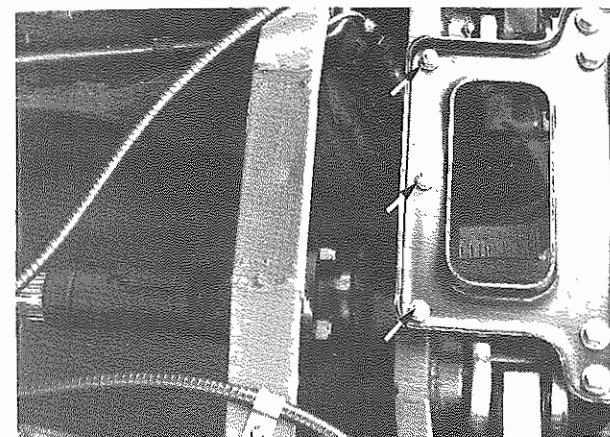

Fig. 29 - Viti fissaggio inferiore traversa
- Allentare le viti di fissaggio inferiori (**Fig. 29**).
- Loosen lower fixing screws (**Fig. 29**).